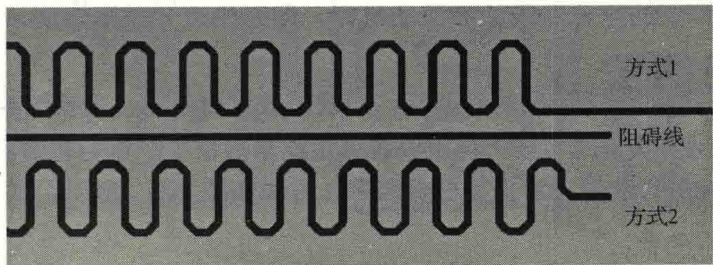

图 9-110 阻碍线的使用
(6) 常规的等长走线是围绕走线的上下两边同时进行绕线的，为了节约等长空间，一般按照方式 1 在进行等长绕线前，在等长另一侧增加一条阻碍线，这样蛇形绕线通常会出现在同侧，之后删除阻碍线即可，如图 9-110 所示。